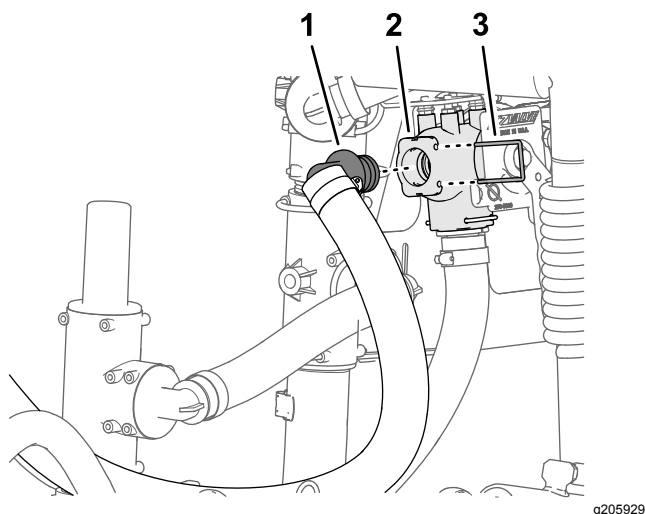

図 32
3. エダクタの給液ホースのバープ付き90°フィッティングを、エダクタ停止バルブの空いているポートに組み付ける (図 32)。
4. リターナを使って、バープ付きフィッティングを停止バルブに固定する 図 32。